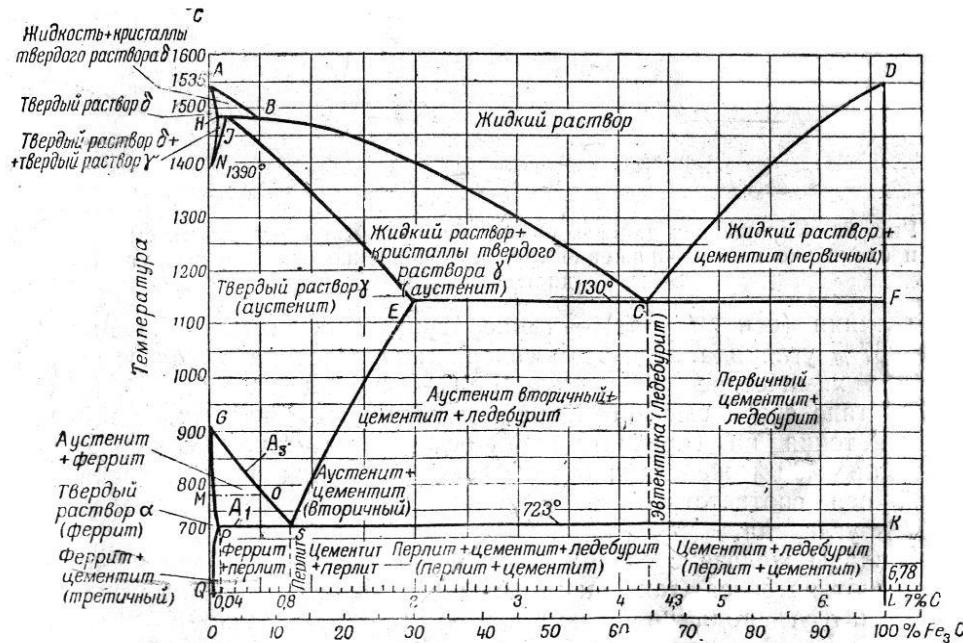

Рис. 1. Диаграмма сплавов железо-углерод
#### 15. По диаграмме железо – углерод (рис. 1) найти температуру отжига стали марки 35, 50, У10, У13
#### 18. По диаграмме железо – углерод (рис. 1) найти температуру нормализации стали марки 45, 55, У10, У13
**22. По диаграмме железо – углерод (рис. 1) найти температуру закалки стали марки 70Г, 60, У10А, У12**